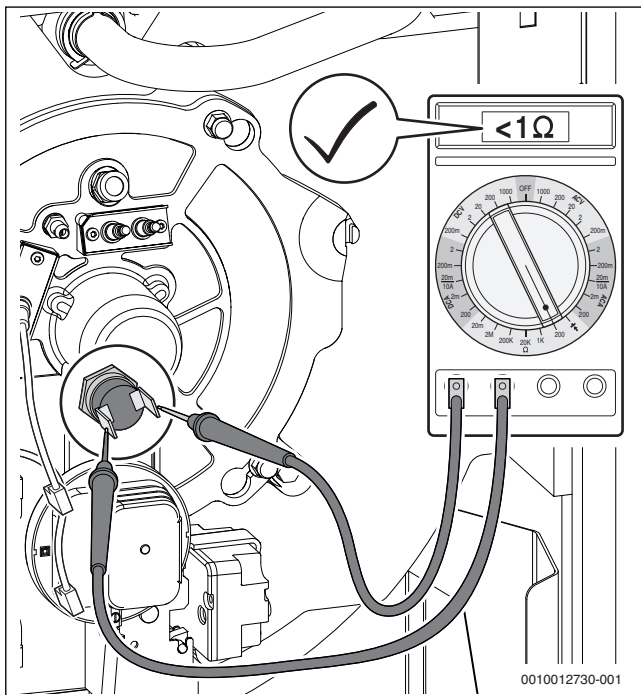

Bild 89 Elektrischen Widerstand an den Kontakten des Temperaturwächters messen (Temperaturwächter in Ordnung)
- ▶ Elektrischen Widerstand an den Kontakten des Temperaturwächters messen (→ Bild 89).